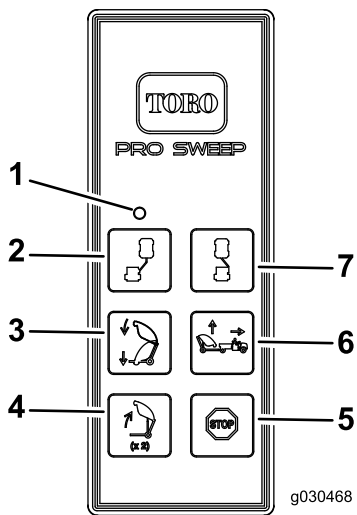

Figura 27
2. Pulse el botón Vaciar tolva durante un segundo, suelte el botón durante un segundo, y luego pulse otra vez el botón Vaciar tolva (Figura 27).